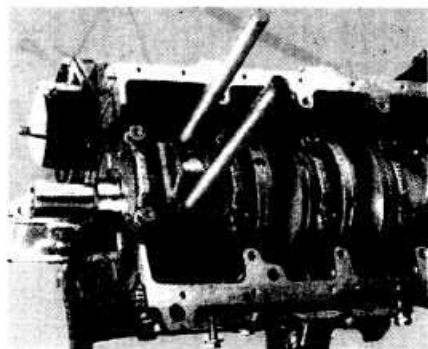

Рис. 3-45. Извлечение шатунов с поршнями из цилиндров с помощью приспособления BMW 11.2.470
- Присоединяя приспособление BMW 11.2.470 к нижней головке шатунов (рис. 3-45), вынуть шатуны с поршнями из цилиндров.